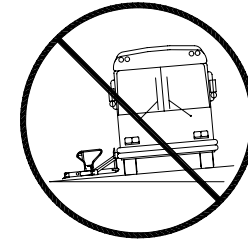

FIGURA 2-1: VEHÍCULO INCLINADO DEBIDO A PENDIENTE
- Consulte la **Figura 2-1**. Use el elevador únicamente cuando el vehículo esté estacionado y nivelado. Es peligroso desplegar el elevador cuando el vehículo se encuentra en pendiente.